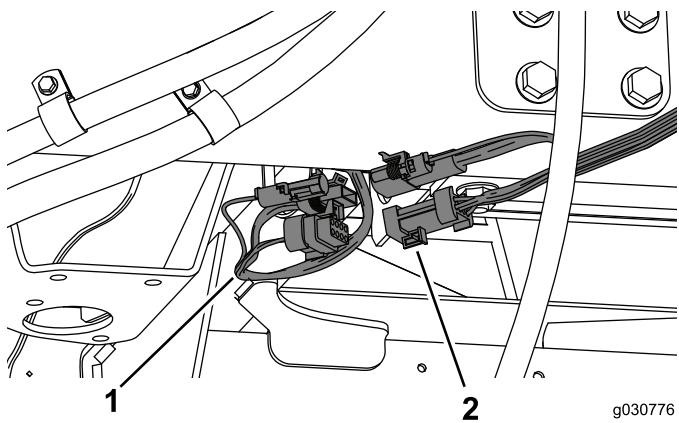

Figura 47
1. Ligue a cablagem da cabina à cablagem do lado direito da máquina (Figura 47).